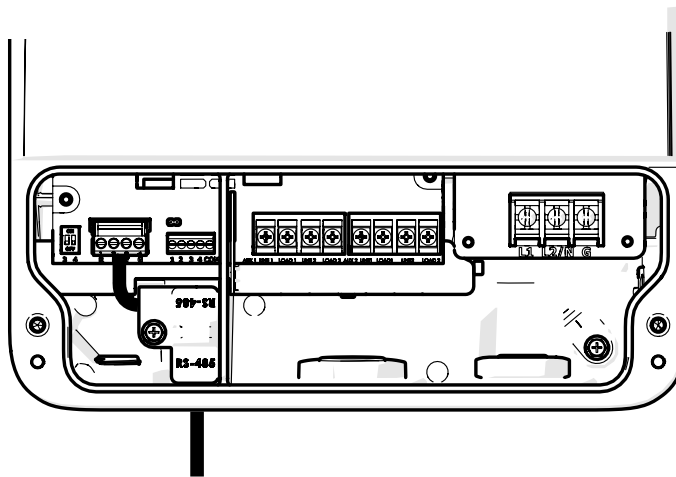

Figura 8. Puerto de conexión rápida RS-485 con cableado
Además de la conexión a tierra adecuada, según se describe en la sección *Cableado eléctrico*, y en conformidad con los requisitos de National Electrical Code (NEC) o, en Canadá, de Canadian Electrical Code (CEC), debe haber una conexión equipotencial entre el motor de la bomba y todas las piezas metálicas de la estructura de la piscina, del espá o del hidromasaje y todos los componentes y equipos eléctricos relacionados con el sistema de circulación de agua de la piscina/del espá. La conexión equipotencial debe llevarse a cabo con un conductor de cobre macizo n.º 8 AWG o uno más grande. En Canadá, debe usarse un n.º 6 AWG o uno más grande. Haga la puesta a tierra del motor con la terminal de tierra externa proporcionada en el estator del motor. Consulte la Figura 8.
- Puerto de conexión rápida RS-485 (consulte la Figura 8)
Consulte la Figura 8 para las instrucciones de cableado de RS-485.